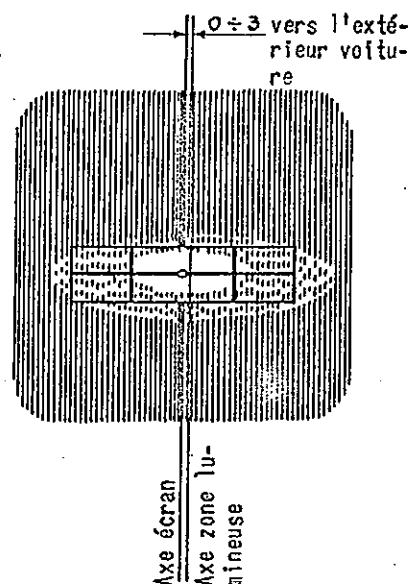

FIG. 3 Feux route
-Allumer maintenant les feux de route et régler l'orientation latérale du projecteur jusqu'à ce que l'axe géométrique vertical de la zone lumineuse projetée sur l'écran soit sur l'axe central vertical de l'écran même ou légèrement déplacé vers l'extérieur de la voiture (3 mm au maximum) (voir fig. 3).